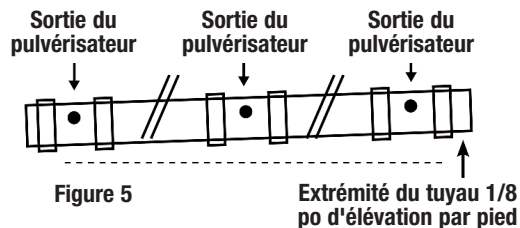

Figure 5
- La hauteur à l'extrémité du tuyau doit être supérieure à la section d'humidification, élévation de 1/8 po par pied (figure 5).